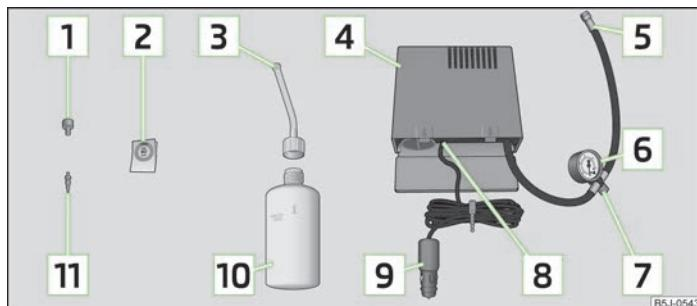

Fig. 137 Componentes del kit de averías
- Pegar la etiqueta adhesiva  » fig. 137 de la página 166 sobre el cuadro de mandos en el campo visual del conductor.
- Agitar la botella de inflado de neumáticos  » fig. 137 de la página 166 fuertemente varias veces.
- Enroscar el tubo flexible  » fig. 137 de la página 166 del compresor de aire fijamente en la válvula del neumático.